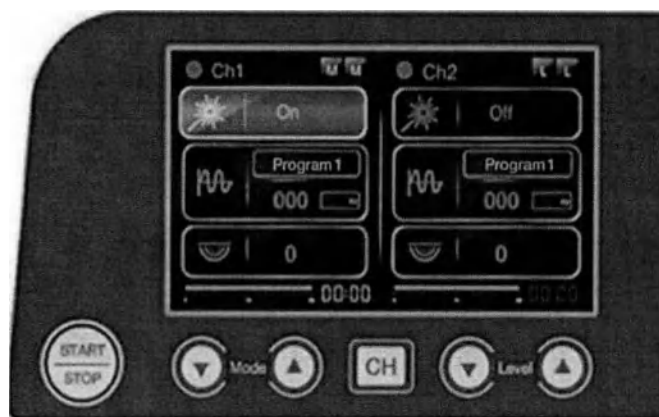

Рисунок 20 – Экран устройства в Режиме низкоинтенсивного лазера
3. При включении режима низкоинтенсивного лазера «On» на экране будет отображаться время работы устройства, и кнопка «START» (СТАРТ) будет находиться в состоянии ожидания начала процедуры (см. Рисунок 20).